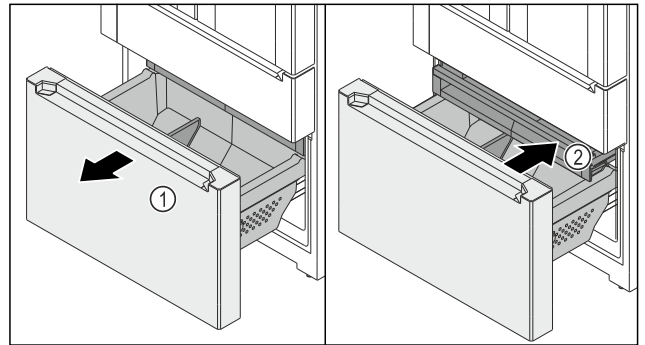

Fig. 150
- Auszugswagen Fig. 150 (1) bis zum Anschlag herausziehen.
- Schubfach Fig. 150 (2) ist automatisch herausgezogen.
- Schubfach Fig. 150 (2) einschieben.